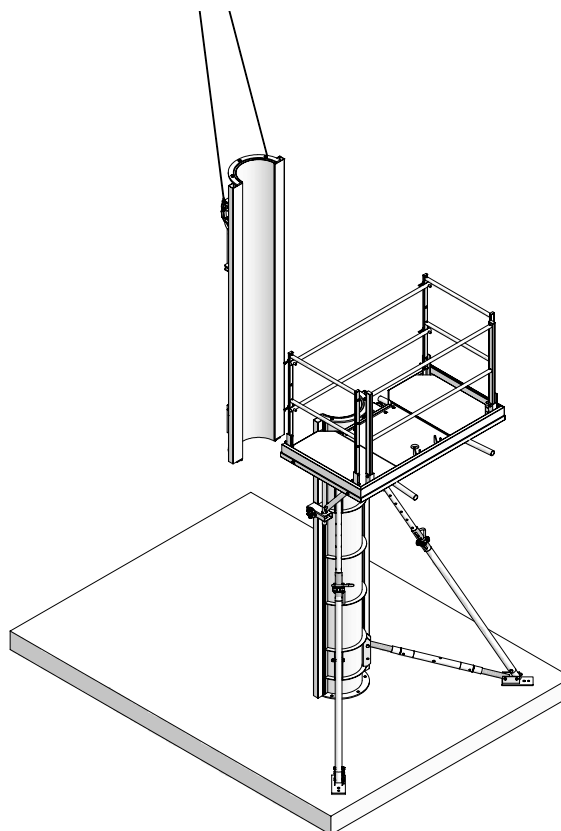

Fig. 9.1
1. Accrocher la deuxième demi-coque Circo à la grue et l'amener vers la première qui est déjà en place (fig. 9.1).